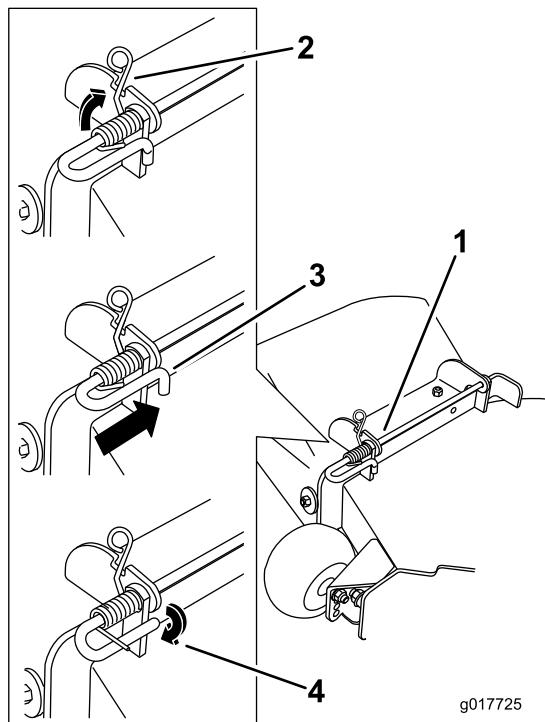

Figura 77
- 5. Prenda a barra e mola rodando-a de forma a que a extremidade curta da barra possa ser colocada por detrás do suporte frontal soldado à plataforma (Figura 77).
4. Eleve a extremidade com volta da mola e coloque-a no entalhe do suporte do deflector (Figura 77).